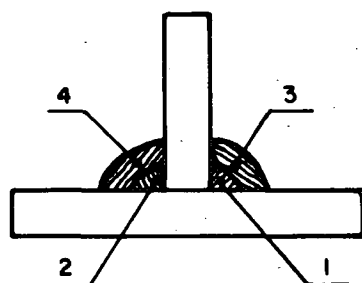

Fig. 6
- 2) Quando as peças formam um "T" alterne os cordões (fig. 6), para evitar deformações.